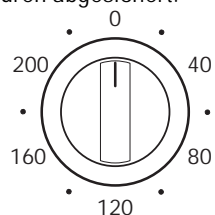

fig. 7
- Mit dem Thermostatkopf können Sie die Friteuse von 40 - 200 °C einstellen (fig. 7). Sie ist mit einer maximalen Begrenzung versehen und somit gegen zu hohe Temperaturen abgesichert.